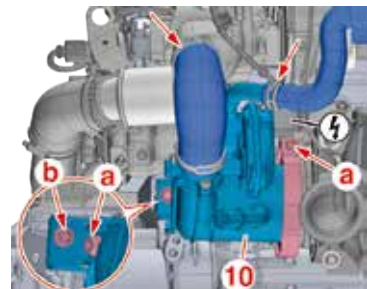

Fig.48
- Allentare i fissaggi (a) (Fig.48).
- Staccare lo scambiatore di temperatura acqua/EGR (10).